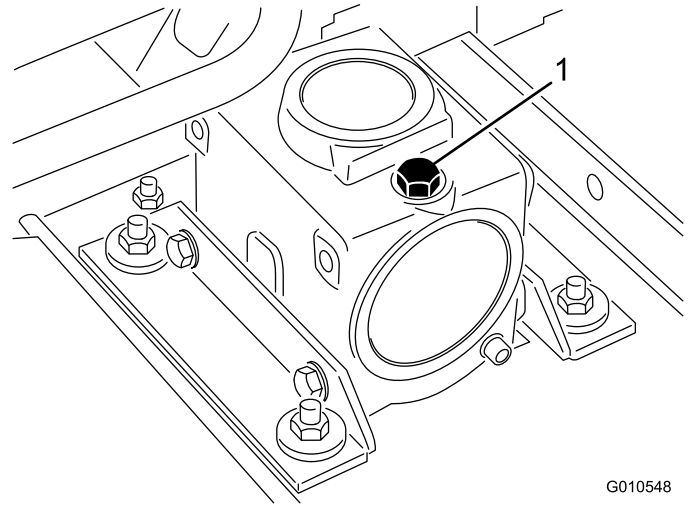

Figura 19
- Coloque a máquina e a unidade de corte numa superfície plana e baixe a unidade de corte. Retire a vareta/tampão de enchimento da parte superior da caixa de velocidades (Figura 19) e verifique se há lubrificante entre as marcas da vareta. Se o nível de lubrificante estiver baixo, adicione lubrificante de engrenagens SAE 80-90 wt. até que o nível fique entre as marcas.